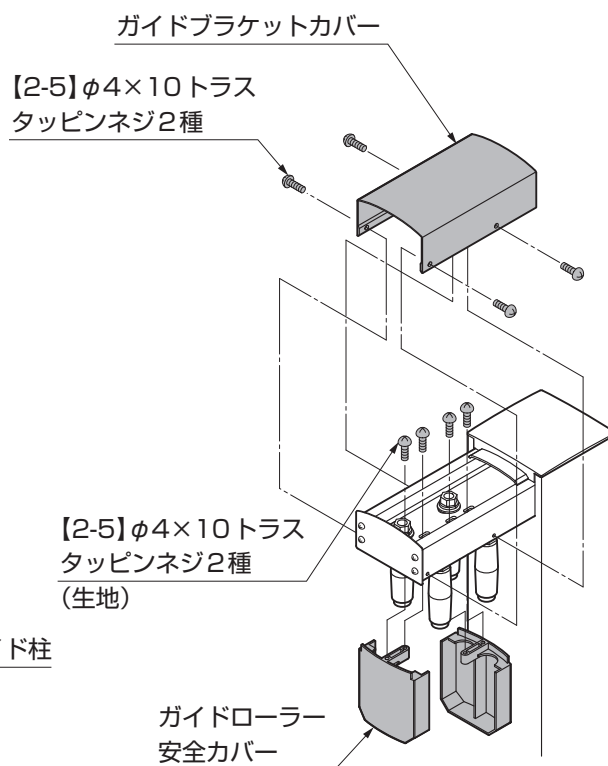

図4-4
- ③ガイドローラー安全カバーを【2-5】で取り付けてください。(図4-4参照)
- ④ガイドブラケットカバーを【2-5】で取り付けてください。(図4-4参照)